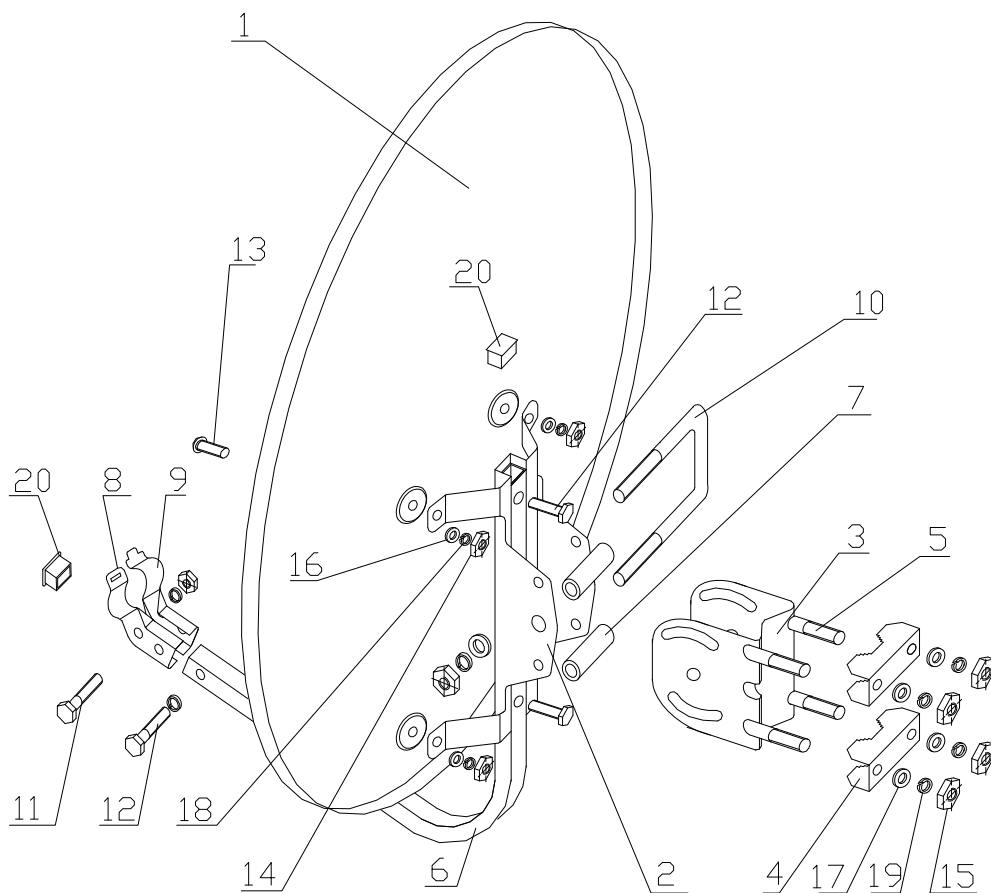

Рис.2
**Сборка антенны производится в соответствии с рис. 2.**
1. Закрепить дугу конвертородержателя (поз.6) на опоре (поз.2) винтами М6х30 (поз.12, см.Рис.2).
4. Установить держатель LNB (поз.8, 9) вместе с конвертором на дуге конвертородержателя, для чего: вставить выступ на левой половине конвертородержателя в паз на правой половине конвертородержателя, обхватить ими конвертор и закрепить все в сборе на дуге конвертородержателя винтом М6х30 (поз.12). Установить дополнительно болт М6х35 (Рис.2, поз.11). Сильно не затягивать.